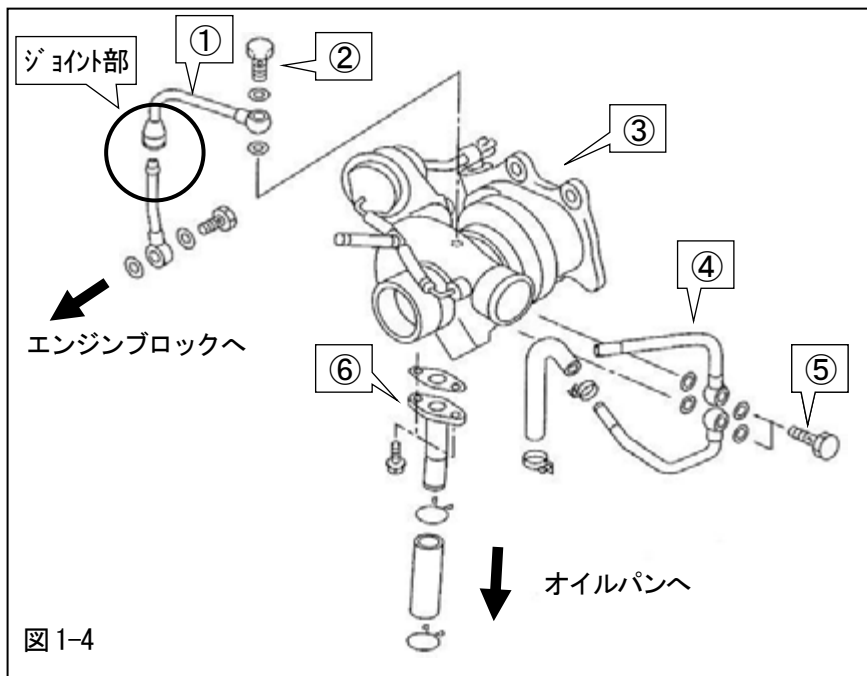
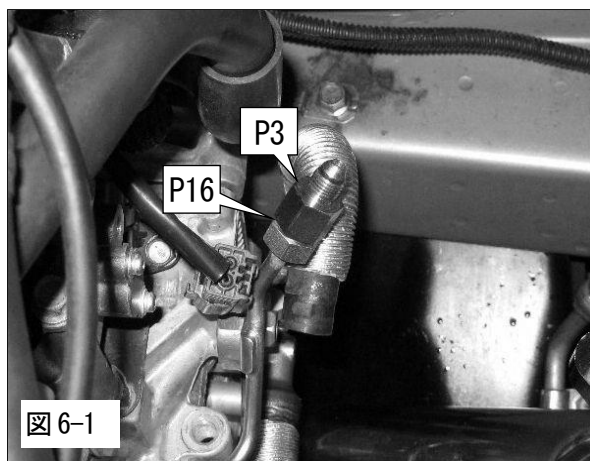

図 1-4
図 6-1
(5) フロントパイプ、フロントパイプ遮熱板、A/Fセンサ、O2センサを取外してください。
(6) ターボチャージャ Assy 周辺部品①～
⑥を取外してください。(図 1-4)
- ・①はジョイント部から取外してください。
- ・③～⑥は一体で取外してください。
(1) 純正のオイルラインのネジ部(図 1-4 ジョイント部)にオイルライン変換アダプタを取付けてください。(図 6-1)